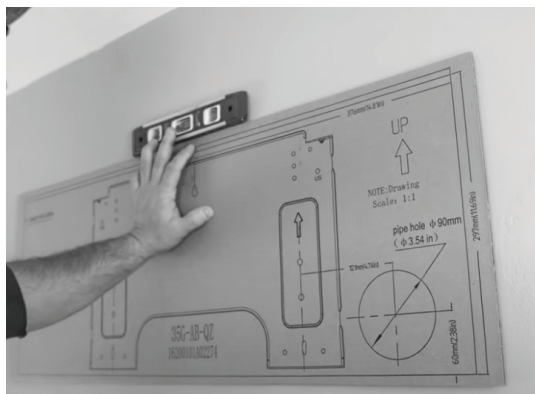

Fig. 4.1
**Un modèle en carton de la plaque de montage est inclus pour permettre de déterminer plus facilement où monter la plaque de montage et percer les trous dans le mur. Il peut être placé contre le mur au lieu de la plaque de montage réelle pour l'étape précédente (voir la figure 4.1).**